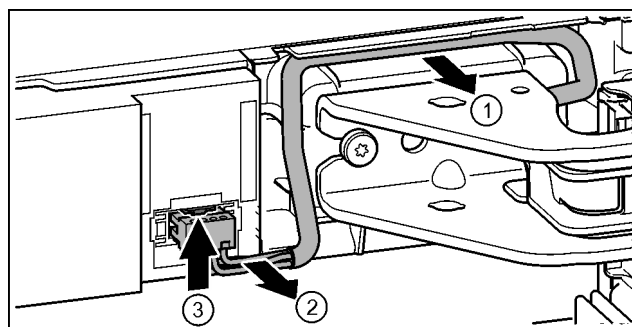

Fig. 18
- Απελευθερώστε το καλώδιο πάνω από το στήριγμα προσεκτικά από τον οδηγό. Fig. 18 (1)
- Τραβήξτε προσεκτικά τους κλώνους του καλωδίου από το κανάλι. Fig. 18 (2)
- Πιέστε το αυτάκι προς τα κάτω και τραβήξτε προσεκτικά έξω το φιλ. Fig. 18 (3)